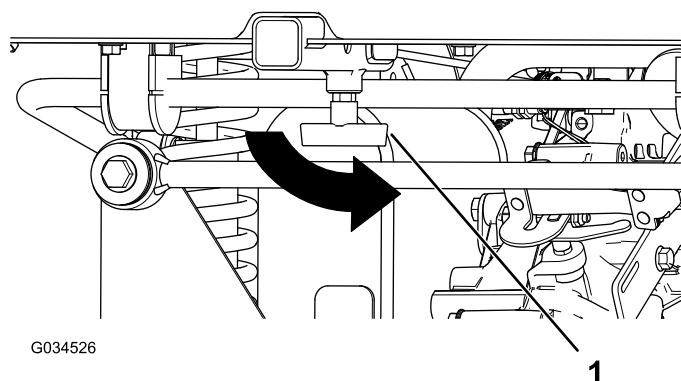

Figura 8
8. Aperte a pega em T no tubo recetor (Figura 8).